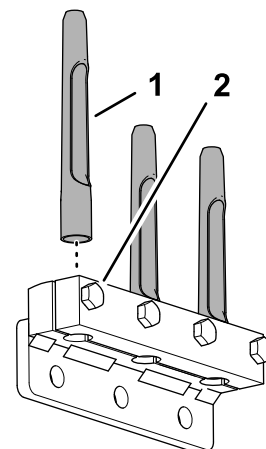

Figure 41
2. Insérez les louchets dans le porte-louchets et le serre-louchets et le serre-louchets (Figure 41).